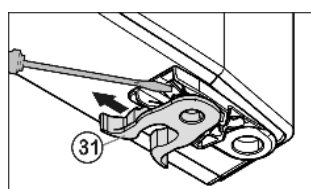

Fig. 6
- ▶ Veerklem Fig. 6 (31) verplaatsen: Sluitnok omlaag drukken, veerklem eroverheen eraf trekken.